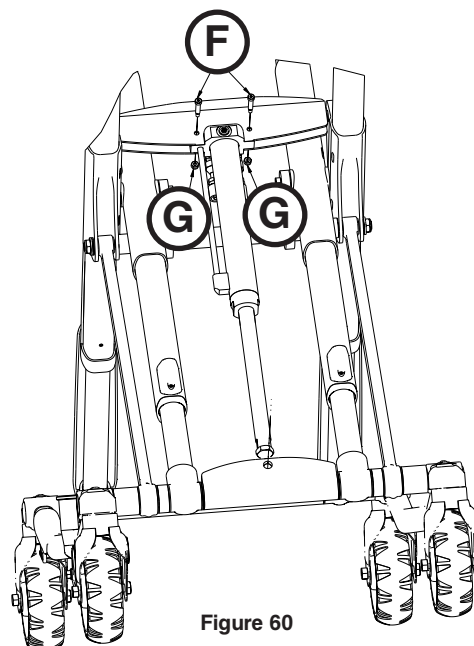

Figure 60
7. A l'aide d'une clé hexagonale de 1/8 et d'une clé mixte de 3/8, retirer les deux vis de réglage à pans creux (F) et les écrous hexagonaux Fiberlock (G) qui maintiennent le vérin hydraulique sur le châssis (Figure 60).